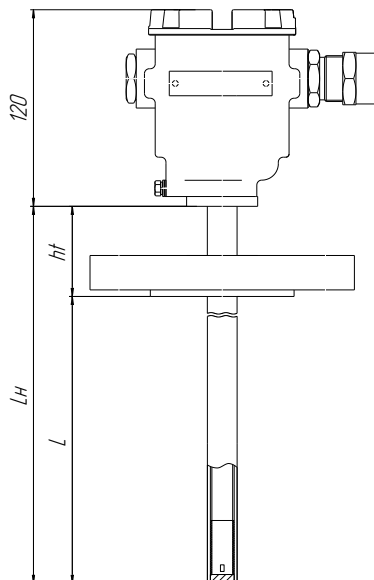

Рисунок 4
Необходимо учитывать, что изменение положения устройства крепления (размера **ht**) приводит к изменению размера **L**, поэтому для однозначной идентификации преобразователя с регулируемым устройством крепления при заказе лучше указывать полную длину направляющей **Lн** (рисунок 4): **Lн = L + ht**.
2.3.1 Для применения преобразователей СЕНС ПТ и СЕНС ПТ-Modbus в средах с температурой, превышающей 60 °С (но, не более 125 °С), принимаются меры по охлаждению корпуса (головной части преобразователя), находящейся над резервуаром. Для этого часть направляющей (трубы или соединителя) преобразователя возвышают над резервуаром на расстояние  $ht$ , достаточное для охлаждения корпуса (рисунок 4).